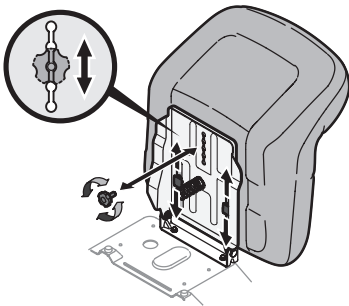

Figura 11
- Para ajustar la posición del asiento, retire las dos perillas de ajuste que están ubicadas en la parte inferior del asiento. Deslice el asiento hacia adelante o hacia atrás, según lo desee. Vuelva a colocar la perilla de ajuste (Figura 11).